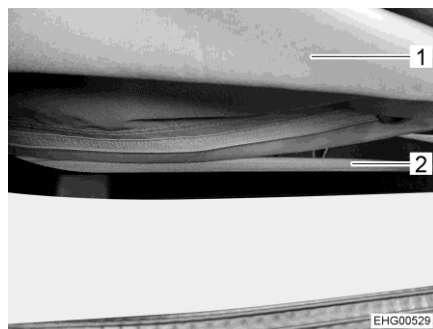

Fig. 33 Fermeture éclair
- Ouvrir entièrement la fermeture éclair (Fig. 33,2) sur le bas du soufflet (Fig. 33,1).